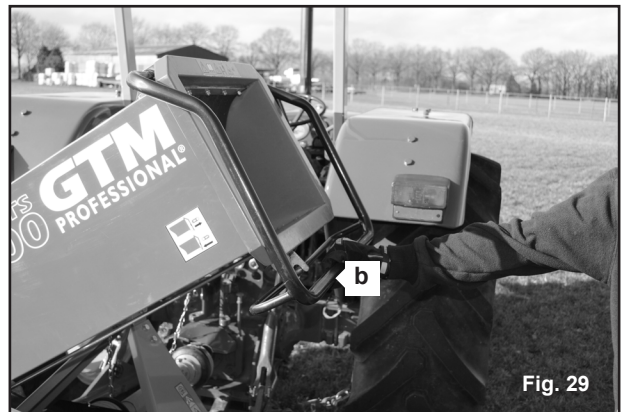

Fig. 29
- B. Noodstop beugel (Fig. 29)